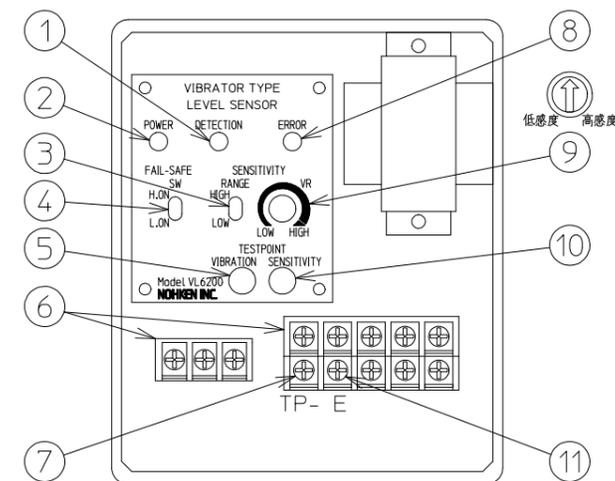

Fig. 7-1
7.1 ハウジング内部配置と機能説明 (Fig. 7-1)
- TP-端子：⑤⑩チェック端子のマイナス側になります。